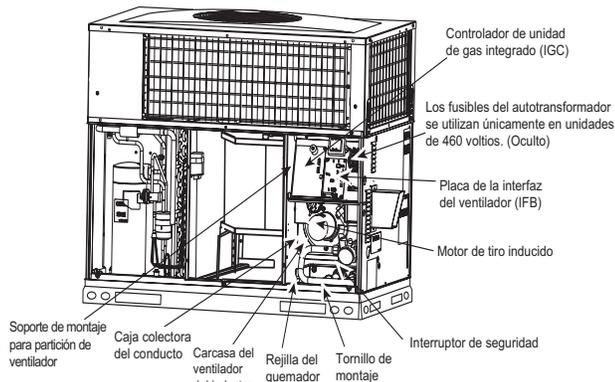
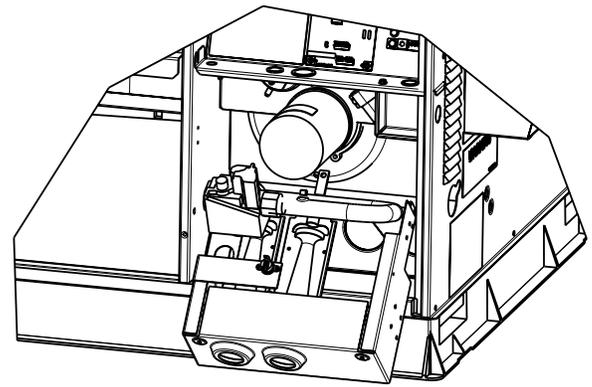

Fig. 17 – Carcasa del ventilador y caja colectora del conducto
Fig. 20 – Bastidor del quemador extraído
2. Quite los 11 tornillos que sujetan la cubierta de la caja colectora del conducto (consulte la Fig. 17) al conjunto del intercambiador de calor. Inspeccione los intercambiadores de calor.
La unidad está equipada con un sistema de encendido por chispa directa con 100 por ciento de bloqueo. El módulo de encendido (IGC) está ubicado en la caja de control (consulte la Fig. 17). El módulo contiene un LED de autodiagnóstico. Durante el mantenimiento, consulte el diagrama de etiquetas o la Tabla 5 de estas instrucciones para la interpretación del LED.
5. Quite el soporte de montaje de la partición del ventilador (2 tornillos ubicados en el lado izquierdo del compartimento de control en el panel de la partición del ventilador). Deslice el soporte hacia delante, primero la parte inferior, para quitarlo. (Consulte la Fig. 17).
8. Quite el tornillo de montaje que fija el bastidor del quemador a la base de la unidad (consulte la Fig. 17).
9. Deslice el bastidor del quemador hacia afuera de la unidad (consulte la Fig. 17 y la Fig. 20).